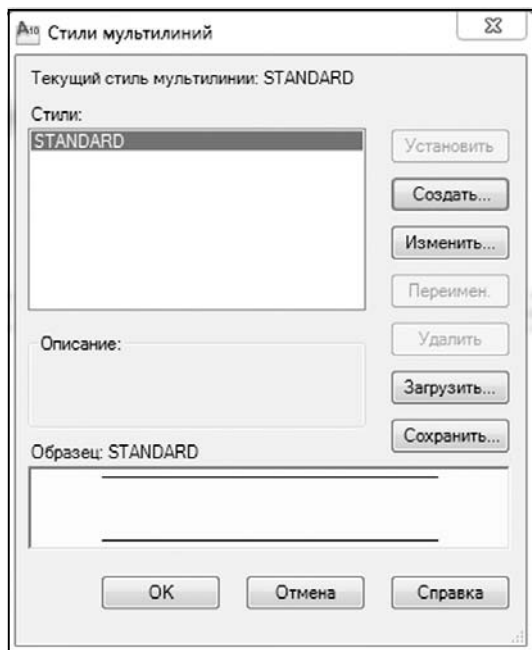

Рис. 3.34. Диалоговое окно «Стили мультилиний»
2. После вызова команды появится диалоговое окно «*Стиль мультилиний*» (рис. 3.34), в котором производятся все необходимые действия по созданию стиля.